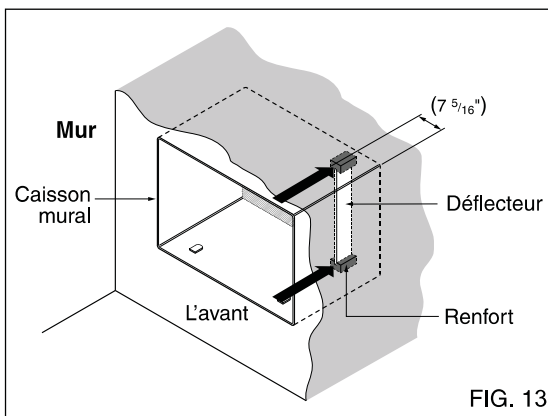

FIG. 13
- 6** Ôtez la protection des renforts et collez-les à l'intérieur du caisson mural, comme le montre Fig 13. Insérez le déflecteur dans la rainure des renforts.